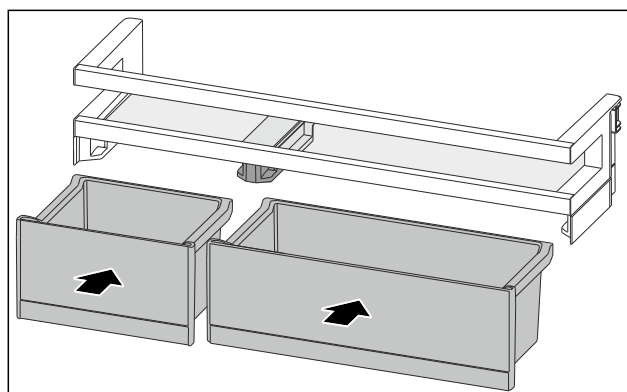

Fig. 159
- Vendosni kutitë VarioBox në rendin e kundërt. (shihni Fig. 159)